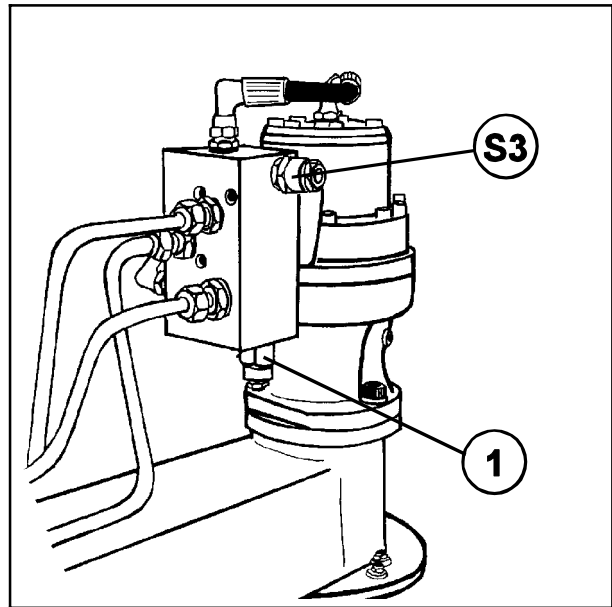

Fig. 14-5
c) Soupape de sécurité sur le retour de pression. (S3, fig.14-5)
d) Vanne de retenue. (Pos. 1, fig. 14-5)